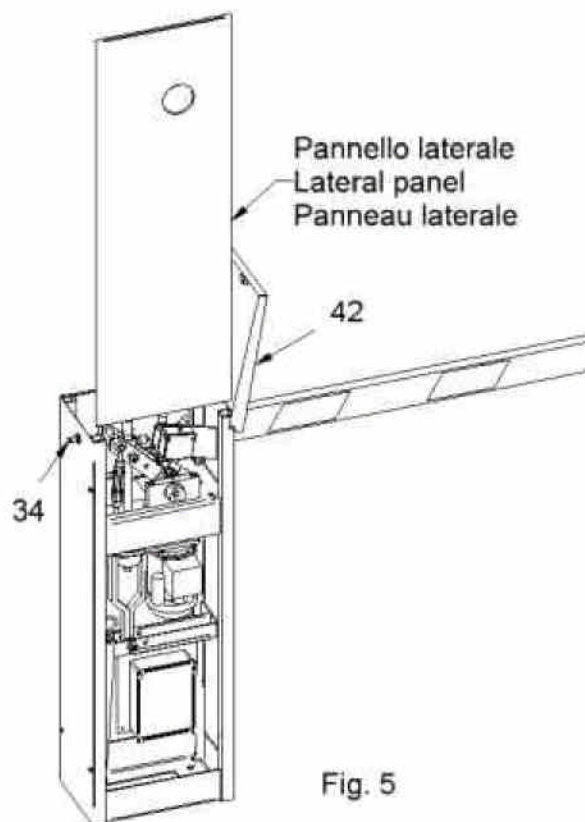

Fig. 5
- 2) **I** Appoggiare l'armadio sulla piazzola e fissarlo con 4 tasselli metallici o chimici utilizzando i 4 fori presenti sul fondo dell'armadio barra (se si dispone della base a murare bloccare l'armadio sulla base con i dadi in dotazione). Attenzione per accedere al fondo dell'armadio barra bisogna aprire il coperchio nero (pos.42) sbloccando la serratura (pos.34) e sfilare verso l'alto il pannello laterale in alluminio sul lato opposto a quello d'uscita dell'albero portante l'asta (fig. 5).
**GB** Support the closet on the platform and stare it with 4 metallic or chemical wedges using the 4 present holes on the bottom of the closet barrier (if there is the foundation plate fix the barrier on the base with the equipped dices). Warning: to access to the bottom of the barrier You have to open the black cover (pos.42) releasing the lock (pos.34) and unthread upward the side panel in aluminum on the opposite side to the exit one of the carrying tree the auction (fig. 5).
**F** Appuyer l'armoire sur la place et le fixer avec 4 tasseaux métalliques ou chimiques en utilisant les 4 trous présents sur le fond de l'armoire barriere (si on dispose de la plaque de scellement bloquer l'armoire sur la base avec les dés en dotation). Attention pour accéder au fond de l'armoire barriere il faut ouvrir le couvercle noir (pos.42) en débloquant la serrure (pos.34) et ôter vers le haut le panneau latéral en aluminium sur le côté opposé à celui de sortie de l'arbre portant la lisse (fig. 5).